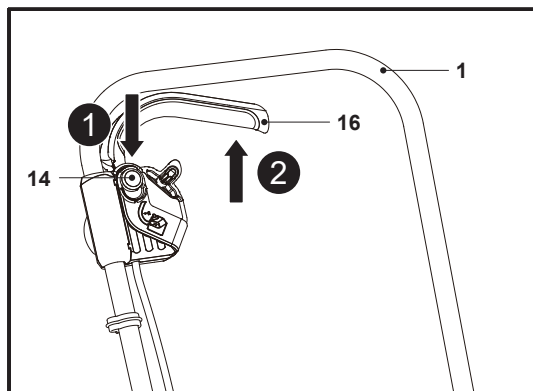

Fig. 11
1. Asigură-te că maneta de pornire (16) a fost eliberată.
2. Apasă butonul de blocare (14) și ține-l în poziție (fig. 11, pasul 1).
3. Apasă maneta de pornire (16) spre mâner (1) pentru a porni produsul (fig. 11, pasul 2). Ține maneta de pornire (16) în poziție în timpul operării.
4. Eliberează maneta de pornire (16) pentru a opri produsul.